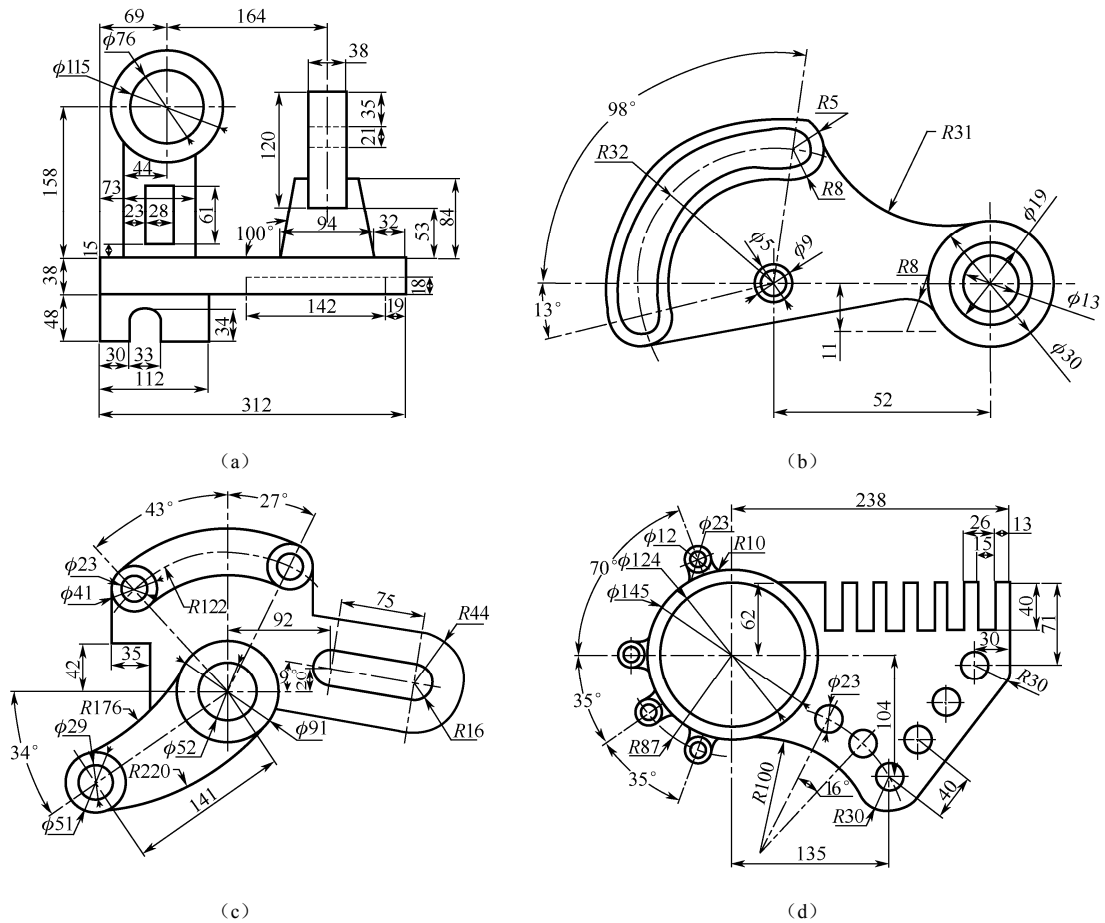

图 3-86 任务图 3-2
2. 绘制如图 3-86 所示的各图形（图中只给出了主要尺寸，其余尺寸由用户确定）。